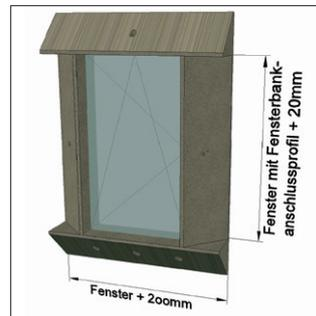

Bild 4: Maße Zuschnitt Zarge für 10 mm Fuge
1. Schneiden Sie die PR007 Fenstermontage-Zarge (Standardlänge 1,40 m) für alle Seiten zu: 2 Stück Fensterrahmenbreite + 200 mm, 2 Stück Fensterrahmenhöhe inkl. Fensterbankanschlussprofil +10 mm (für den Fall, dass das Fensterbankanschlussprofil direkt auf der Zarge aufsteht) (Bild 4). Dadurch ergibt sich dreiseitig eine 10 mm Anschlussfuge. Reststücke werden mit verarbeitet in dem die Stoßstellen geklebt werden.
Für den Fall der versagten Klebung ist die Zarge mit Distanzbefestigungsschrauben mechanisch zu sichern (Bild 4 – 7). Die untere Zarge wird mit 3 Schrauben gegen Abrutschen gesichert. Teilstücke/Verlängerungen sind entsprechend zu verschrauben. Alle übrigen Zargenteile werden mit mindestens einer Schraube verschraubt. Schraublöcher in der Zarge sind mit HSS-Bohrern vorzubohren. Bei 7,5 mm Distanzbefestigungsschrauben wird 8 mm vorgebohrt und gesenkt. Die Mindestrandabstände der Schrauben im Hintermauerwerk sind gemäß den Angaben des Schraubenherstellers so einzuhalten, dass es nicht zum Abplatzen des Steins kommt. Lässt die Wandoberfläche (unter 5°C Oberflächentemperatur, Eis auf der Klebefläche, loser Untergrund, nasse Oberfläche, Wasser sichtbar) tragende Verklebung nicht zu, dann ist die Zarge zusätzlich so zu verschrauben, dass alle Kräfte auf die Wand abgetragen werden. Bei Verarbeitungstemperaturen unter +5°C ist die "Herstellererklärung im Winter" zu beachten. Zusatzlasten, wie Verschattungsanlagen oder franz. Balkone, etc., deren Lastabtragung direkt über Zarge oder das Element erfolgt, bedürfen einer Sonderfreigabe. Im Sanierungsfall bei bestehendem Außenputz ist dieser soweit zu entfernen, dass die Montage des Vorwandmontage-Systems direkt ans Hintermauerwerk erfolgen kann. Ansonsten erfolgt die Lastabtragung mechanisch durch Verschrauben.